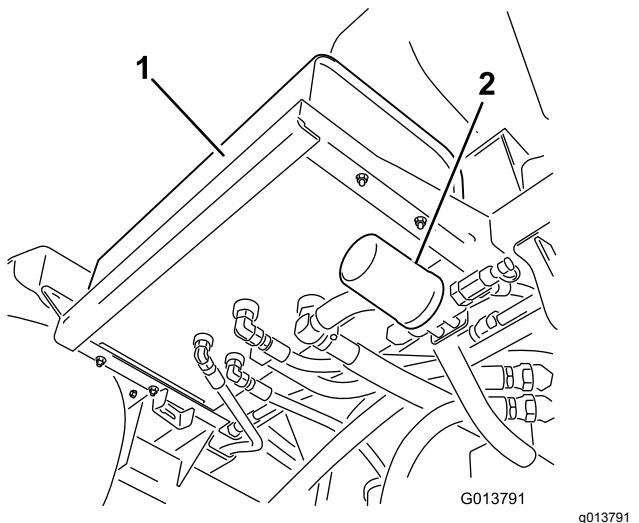
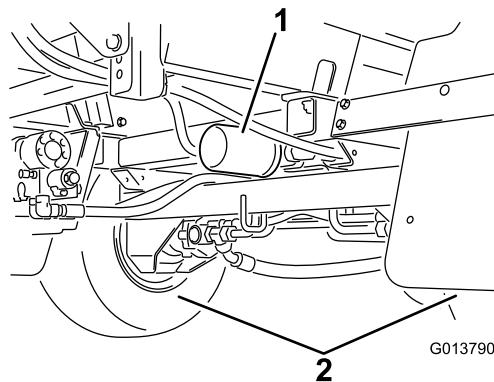

Figura 88
Figura 89
- Localice los dos filtros hidráulicos en la máquina (Figura 88 y Figura 89).